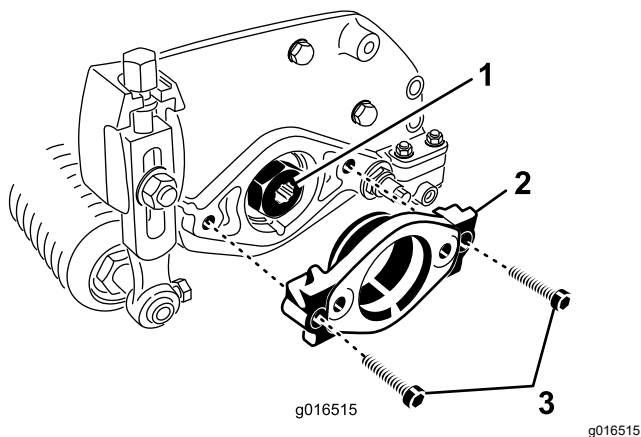

图 7
2. 拆下将马达支架固定到滚刀组左端的 2 个内六角螺栓。拆下马达支架 图 7。
3. 向传动轴花键的内径涂抹润滑脂 图 7。
4. 在滚刀组左端的 O 形圈上涂抹一薄层润滑脂用之前拆下的 2 个内六角螺栓安装马达支架 图 7。上紧螺栓扭矩至 1620N·m。